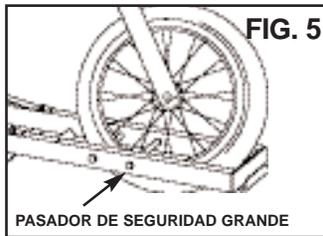

FIG. 5
Sujete la motocicleta con correas de trinquete (no se suministran las correas). Introduzca uno de los pasadores de seguridad por el orificio superior y a través de los rayos de la rueda delantera. Fijelo con un pasador de horquilla. **Vea la FIG. 5**
PASO 3. CÓMO COLOCAR LOS PERNOS LARGOS. El portamotocicleta está diseñado para cargar la motocicleta desde el lado izquierdo o el lado derecho, por medio de la rampa. En cada soporte para neumáticos hay tres conjuntos de orificios en la parte central y un juego de orificios en la parte superior. Para los orificios de la parte superior se usan los pasadores de seguridad y los pasadores de horquilla. Ve la FIG 5. Los 4 pernos largos se usan en el orificio del centro para servir de soporte a los neumáticos de la motocicleta. **Nota:** Es posible que, dependiendo del tamaño de su motocicleta, no necesite algunos de estos pernos.